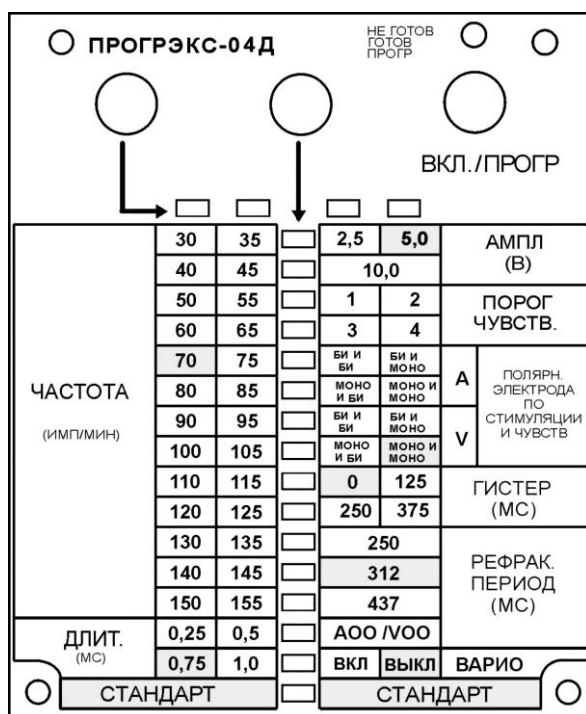

Рис.1. Передняя панель программатора ПРОГРЭКС-04Д.
2.1. Передняя панель программатора приведена на рис.1.
3.1. Выбор программируемых параметров стимулятора производят кнопками \rightarrow и \downarrow из таблицы параметров расположенной на передней панели программатора (рис.1).
ЭКС300 и ЭКС300-1 имеют 8 уровней порогов чувствительности, которые разделены на 2 группы по 4 уровня порога чувствительности в каждом – группа А (0,7; 1,2; 1,8; 2,5 мВ) и группа V (3,5; 4,5; 6,0; 8,0 мВ). Группа чувствительности А или V может устанавливаться только одновременно с выбранной полярностью электрода по стимуляции и чувствительности. На передней панели программатора (рис. 1.) приведены возможные сочетания полярности электрода по стимуляции и чувствительности. Например, «Би и Моно» означает - стимуляция биполярная, чувствительность – монополярная. Полный перечень возможных комбинаций сочетания полярности электрода приведен также в табл. 1.